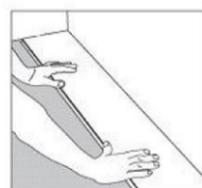

Figura 1
- Comenzando desde el lado izquierdo, con mucho cuidado coloque el primer tablón en su sitio asegurándose de que la lengüeta del tablón se encuentre de cara al muro (Figura 1).